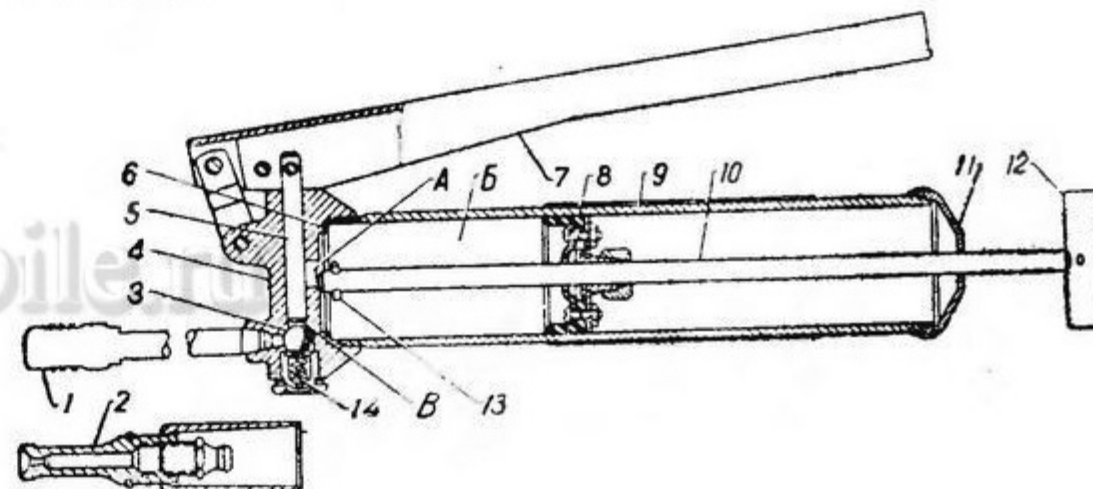

Рис. 37. Рычажно-плунжерный шприц.
Рычажно-плунжерный шприц (рис. 37) предназначен для ручной смазки под давлением узлов транспортера, снабженных пресс-масленками.
2. Держать баллон стрелкой вниз и привести приспособление в действие нажатием баллона рукой и отпусканием (рис. 37А).
стрелки вниз. Нажатия на баллон прекратить, и бензин потечет самотеком (рис. 37Б).